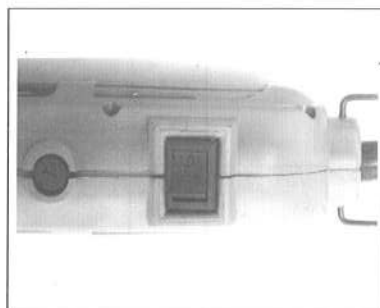

図2
- スイッチは①印のついた方を押すと入り、②印のついた方を押すと切れます。(図2参照)